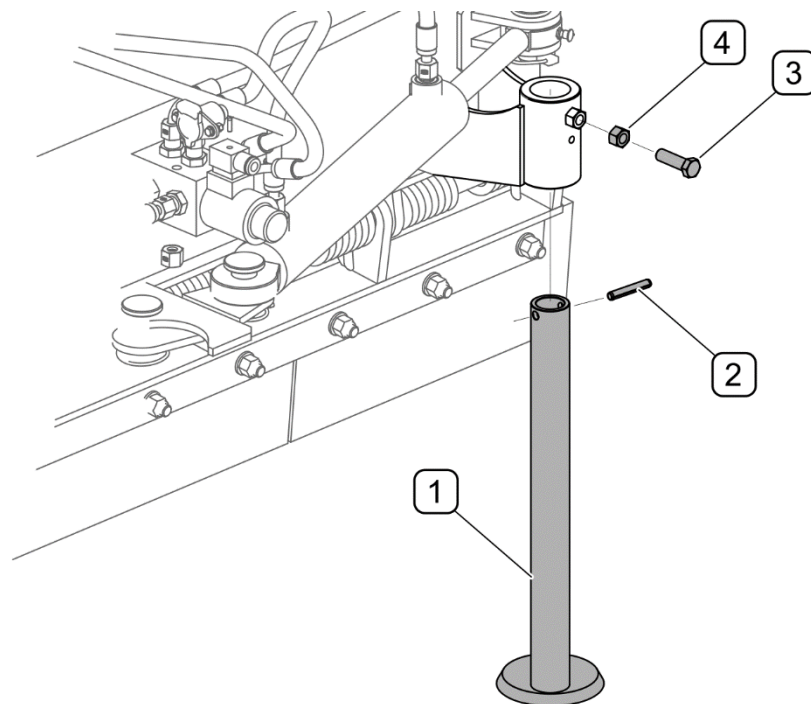

ABBILDUNG 5.2 Auswechslung des Gleitfußes
(1) – Gleitfuß; (2) – Spannstift; (3) – Schraube M10x30-8.8; (4) – Konterschraube M10-8
Sind die Gleitfüße (ABBILDUNG 5.2) übermäßig abgenutzt bzw. beschädigt, müssen sie gegen neue ersetzt werden. Den Pflug anheben und mit ausreichend stabilen Stützen abstützen. Wenn der Pflug am Trägerfahrzeug angeschlossen und angehoben wird, muss er zusätzlich gegen Herabfallen gesichert und das Fahrzeug abgeschaltet werden (Motor abstellen und Feststellbremse anziehen). Den Spannbolzen (2) entfernen, die Kontermutter (4) lösen und die Befestigungsschraube (3) des Gleitfußes heraus-schrauben. Die Gleitfüße und sonstige Elemente auf Schäden prüfen. Die Montage in umgekehrter Reihenfolge durchführen. Die Vorgehensweise bei der Auswechslung des rechten und linken Gleitfußes ist identisch. Die Auflistung der Teile des Gleitfußes einschließlich der Katalognummern in TABELLE 5.2 dargestellt.